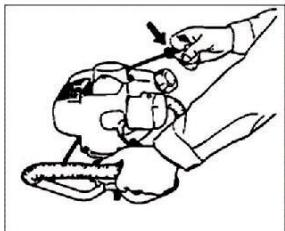

Рис. 5
5. Вытяните за ручку шнур стартера, выбрав холостой ход, до появления сопротивления, затем энергично потяните за ручку стартера, повторите несколько раз, до первой вспышки зажигания. **ВНИМАНИЕ !!** Не бросайте ручку, а медленно отпускайте, во избежание поломки стартера. (Рис.5)
пункт 5. Тяните за ручку шнур стартера, выбрав холостой ход, до появления сопротивления, затем продолжайте тянуть за ручку стартера, пока стартер не начнет процедуру возвратного вращения (внутри механизма). При необходимости повторите несколько раз, до первой вспышки зажигания. **ВНИМАНИЕ !!** Не бросайте ручку, а медленно отпускайте, во избежание поломки стартера. (Рис.5)